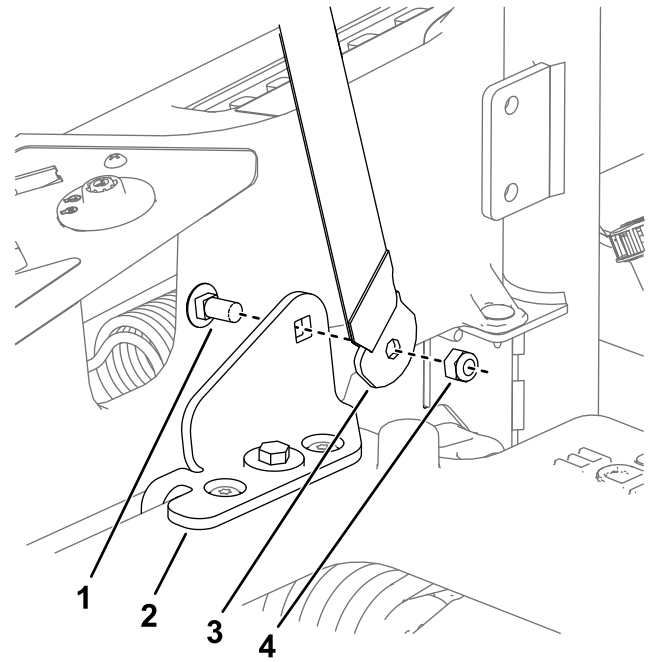

Figure 8
- Fixez la boucle et la languette de la ceinture de sécurité à l'intérieur des supports à l'aide de 2 boulons de carrosserie (7/16" x 1") et 2 contre-écrous (7/16"), comme montré à la Figure 8.